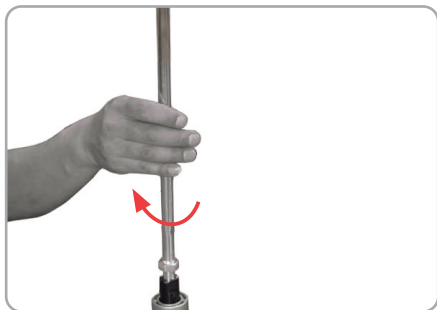

Fig.5
- Introduceți partea filetată a tijeii paletei de amestecare în gaura M14 din axul central al amestecatorului (fig.5).